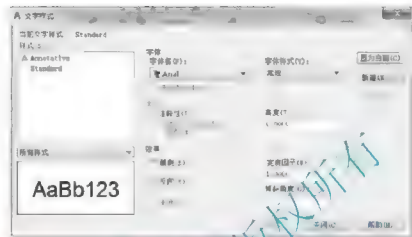

图 3.3 默认状态下的文字样式
(1) 执行菜单栏中的【格式】|【文字样式】命令，打开【文字样式】对话框。默认状态下，在【文字样式】对话框中有【Annotative】和【Standard】两种文字样式，如图 3.3 所示，且默认状态下，【Annotative】和【Standard】文字样式的字体均为“txt.shx”。